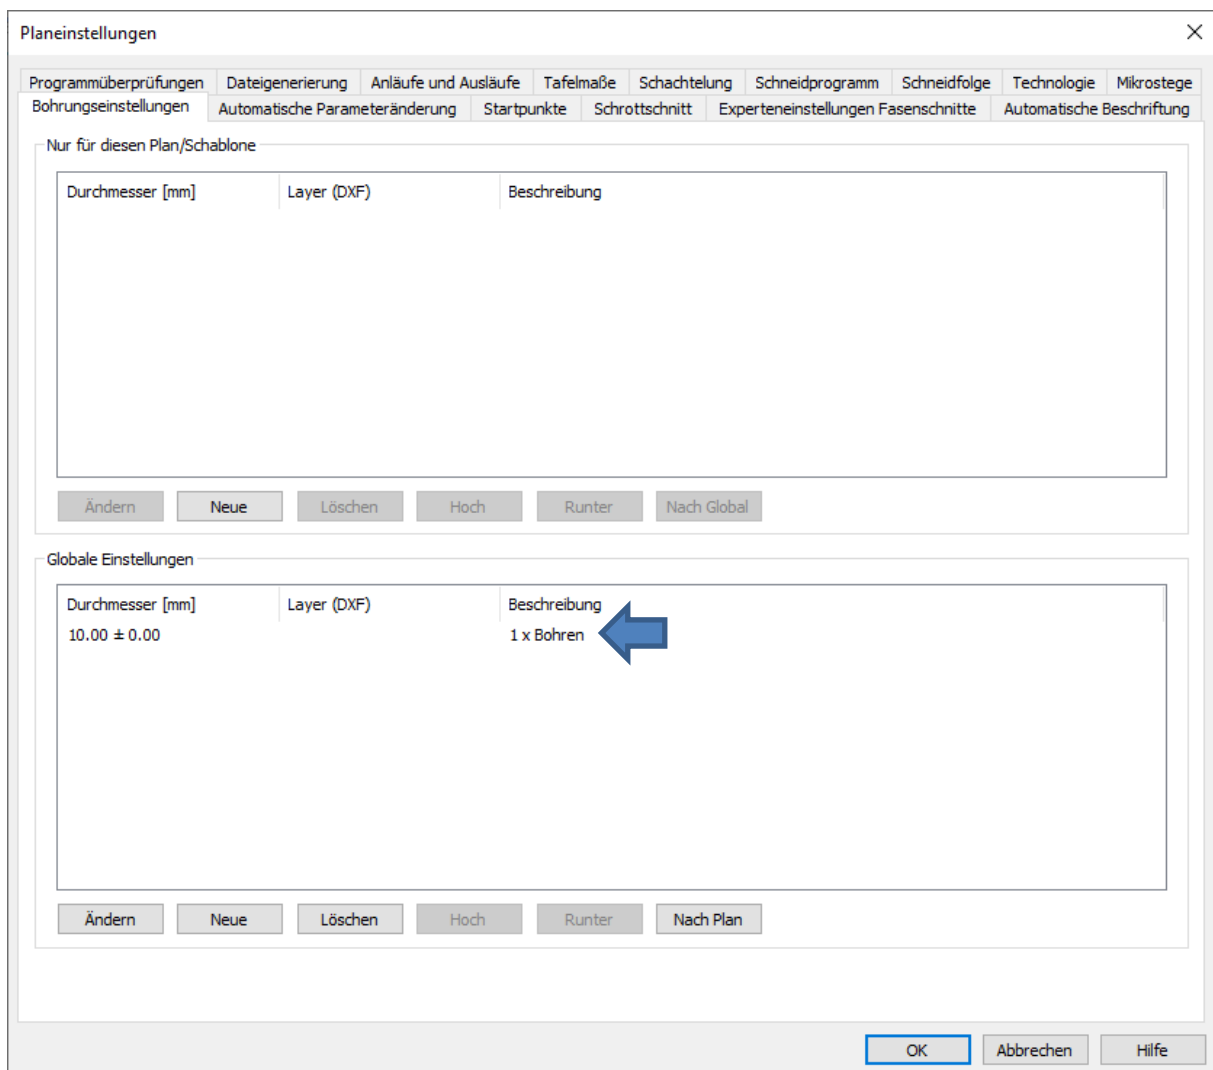

Abbildung 9
9. Optional: Sollten Sie im Asper unter der Einstellung „Bohrungseinstellungen“ globale Regeln festgelegt haben, werden diese nicht in der Schablone, sondern in der Datei „glcircletrans.CTA“ gespeichert. Diese Datei kann ebenfalls kopiert werden und auf den anderen Rechnern eingefügt und überschrieben werden. (Siehe Abbildung 9 und 10)